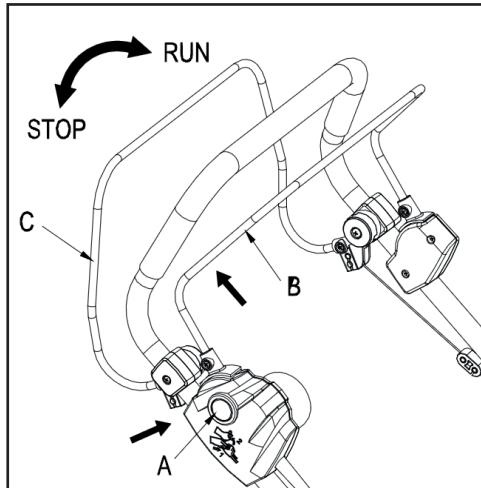

Рис. 5
- Нажмите на предохранительную кнопку (A, рис. 5) выключателя, а затем потяните рычаг старта (B) на себя.
- Чтобы начать движение вперед, потяните рычаг (С, рис. 5) вверх. Газонокосилка начнет движение.